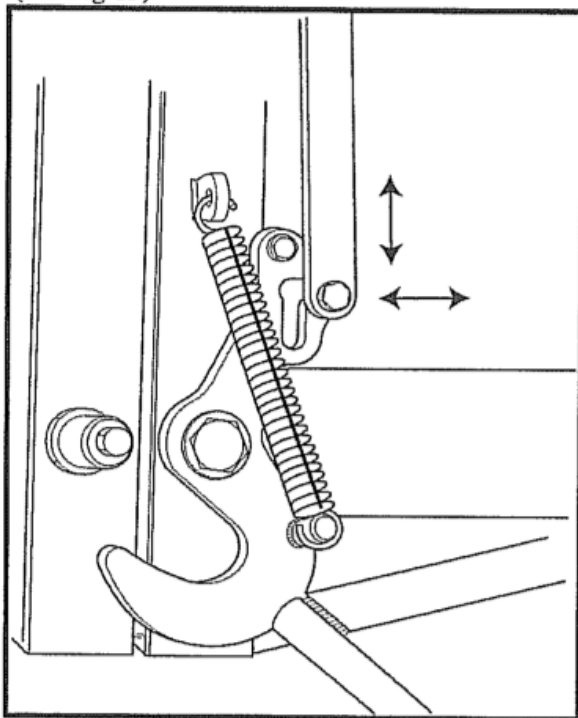

Abb. 12
- 9) Nachstellung erfolgt mit Hilfe der Exzenterocken der Schließhaken (Seite 11, Abb. 12). Zur Erleichterung der Bedienung wöchentlich abschmieren.